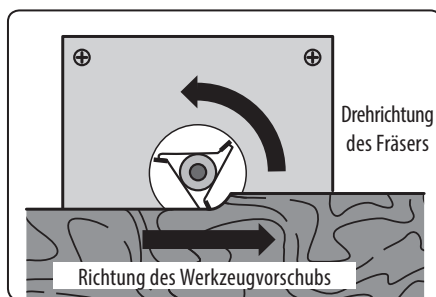

Abb. 17
4. Führen Sie das Gerät mit einer angemessenen, gleichmäßigen Bewegung mit einem leichten Andruck in der Fräsrichtung (Abb.17). Lassen Sie den Fräser niemals im Holz stehen, da das Holz durch das drehende Werkzeug verbrannt wird und sich schwarz färbt. Üben Sie keinen übermäßigen Druck auf das Gerät aus, da dies zur Überlastung vom Gerät und einem schlechteren Erscheinungsbild des bearbeiteten Materials führt.